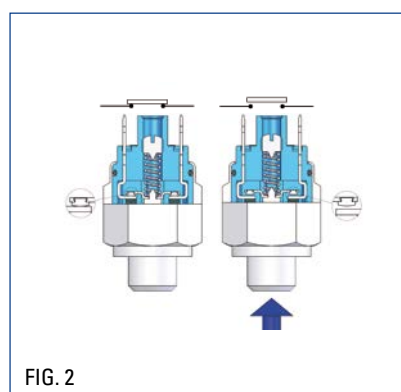
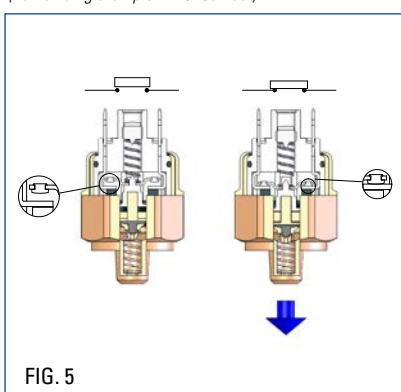

FIG. 2
FIG. 5
- La rappresentazione di Fig. 2 (Fig. 5 per il vuoto) mostra un pressostato con contatti NORMALMENTE CHIUSI (N.C.) in assenza di pressione. Vediamo infatti che in assenza di pressione i contatti sono chiusi e il segnale è presente sui contatti esterni. Al raggiungimento della pressione di taratura il contatto elettrico si solleva interrompendo il segnale.
- The diagram of Fig. 2 (Fig. 5 for vacuum) shows a pressure switch with NORMALLY CLOSED (NC) contacts in the absence of pressure. We can see that the contacts are closed and the signal is present on the external contacts. When the pressure setting is reached, the electrical contact rises and interrupts the signal.